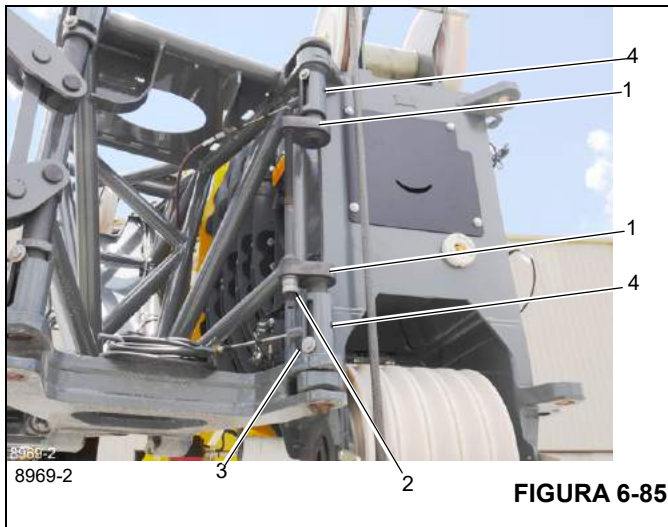

FIGURA 6-85
12. Instale los pasadores (1), (Figura 6-85), a través de los adaptadores usando un destornillador de golpe y girando el tornillo separador (2), (Figura 6-85), en sentido contrario a las agujas del reloj. El perno del destornillador tocará fondo cuando los pasadores estén enganchados completamente. Los pernos y las arandelas (3), (Figura 6-85), están en el extremo de las ranuras. Verifique que los pasadores estén completamente enganchados y que los pernos y las arandelas estén en el extremo de las ranuras.
**NOTA:** El pasador n.º 2 **NO** se desbloqueará, a menos que los pasadores del lado derecho de la punta de la pluma estén completamente enganchados. Si el pasador n.º 2 **NO** se desbloquea, asegúrese de que los pasadores del lado derecho de la punta de la pluma estén completamente enganchados y los extremos del cable estén insertos en los pasadores. Consulte (4), (Figura 6-85).